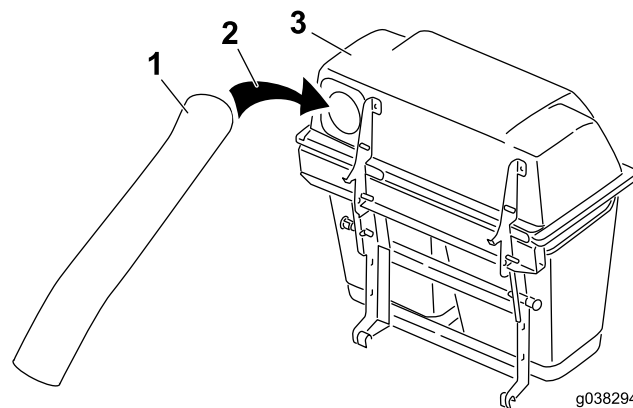

Figura 32
3. Instale o tubo superior na abertura do depósito de recolha e puxe-o para trás de forma a que o vedante da tremonha saia (Figura 32).